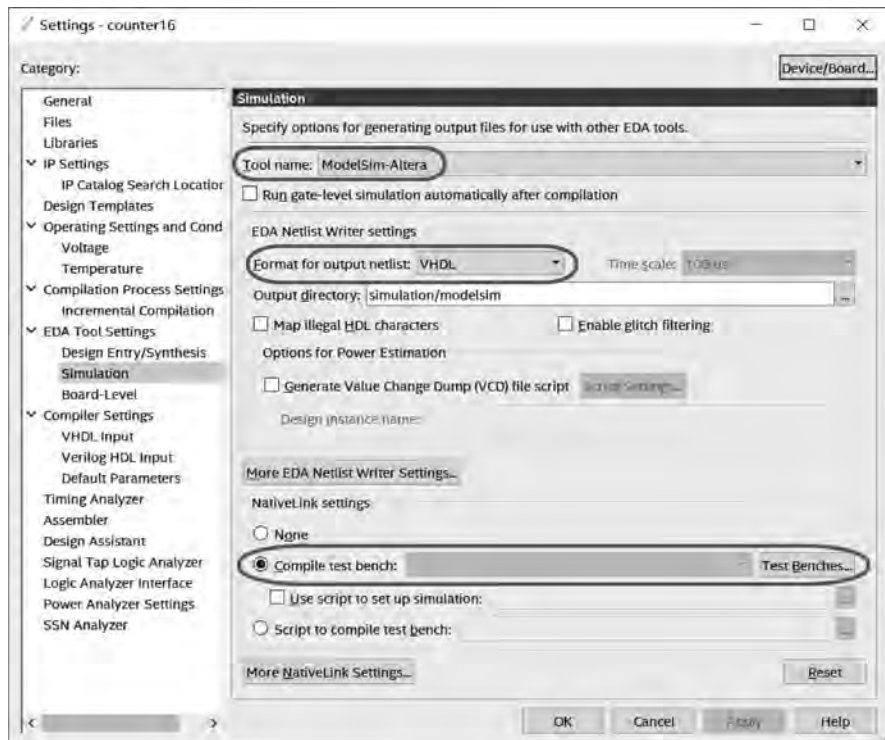
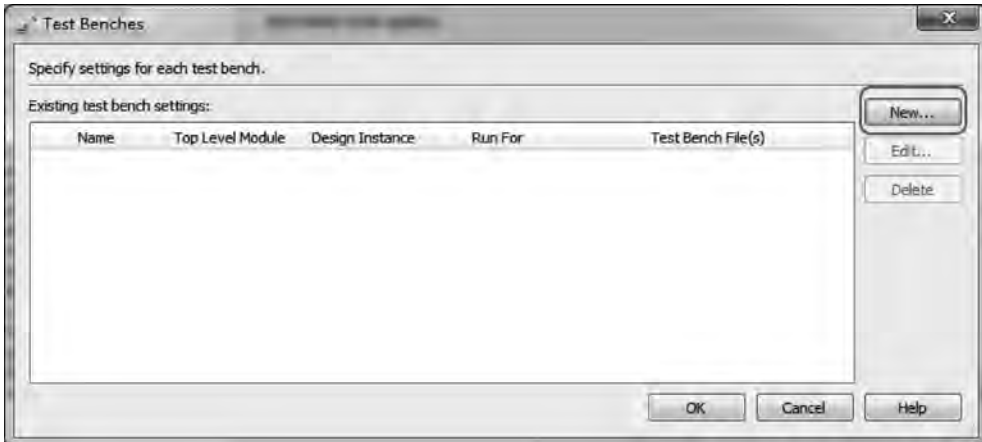
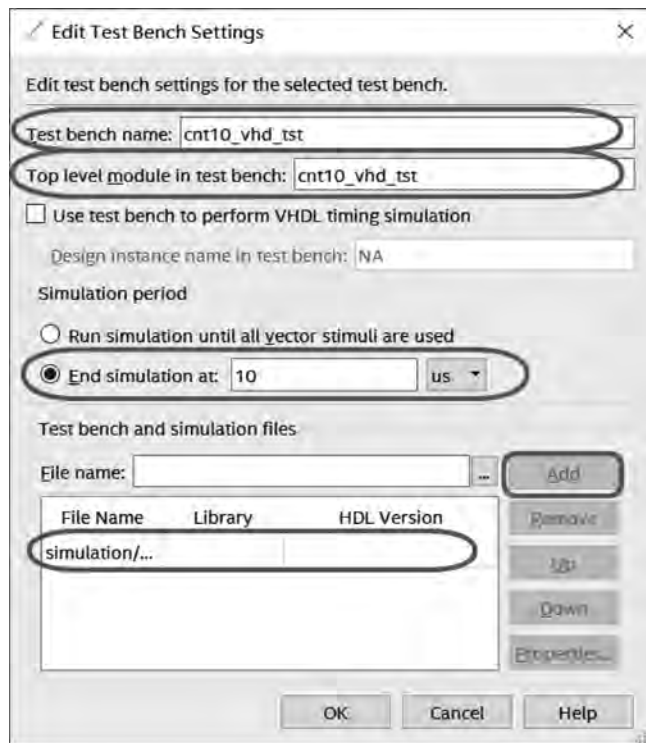

图 3.29 设置测试文件
图 3.30 新建测试文件
图 3.31 测试文件设置
(1) 设置测试文件。单击 Quartus Prime 主窗体中 Assignments→Settings 下的 Simulation,弹出如图 3.29 所示选项卡。在 NativeLink settings 下单击 **Test Benches** 按钮,弹出如图 3.30 所示窗体,单击 **New** 按钮,弹出如图 3.31 所示的窗体,单击窗体 **...** 按钮,选择之前编辑好的测试文件路径,一般在...simulation/modelsim/cnt10.vht,单击 Add 按钮完成测试文件的添
具体步骤参考 3.2.4 节。在弹出如图 3.31 所示界面时需要进行修改, 修改结果如图 3.33 所示。